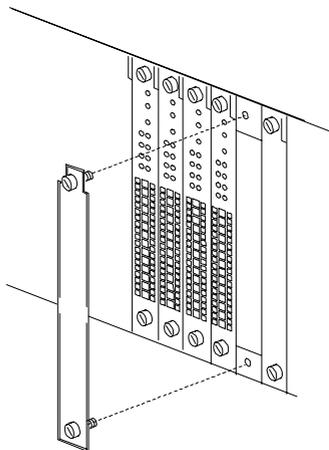

Figura 2-9. Montaggio dei pannelli di riempimento
2. Posizionare un pannello di riempimento sull'apertura che si intende coprire. I fori superiore e inferiore del pannello devono essere allineati ai fori filettati sulla parte anteriore e posteriore dello chassis. Si veda Figura 2-9.